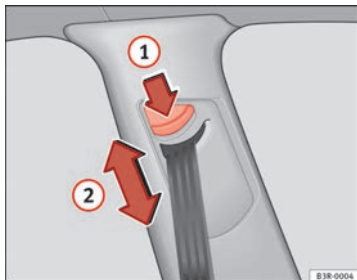

Abb. 17 Gurthöheneinstellung (Umlenkbüschlag)
- Drücken Sie die Taste ⇒ Abb. 17 (1) der Gurthöhenverstellung.
- Verschieben Sie den Umlenkbüschlag nach oben bzw. unten, bis der Schultergurtteil ungefähr über die Schultermittle – **keinesfalls über den Hals** – verläuft ⇒ Abb. 17 (2), ⇒ Δ in Gurtbandverlauf auf Seite 25.